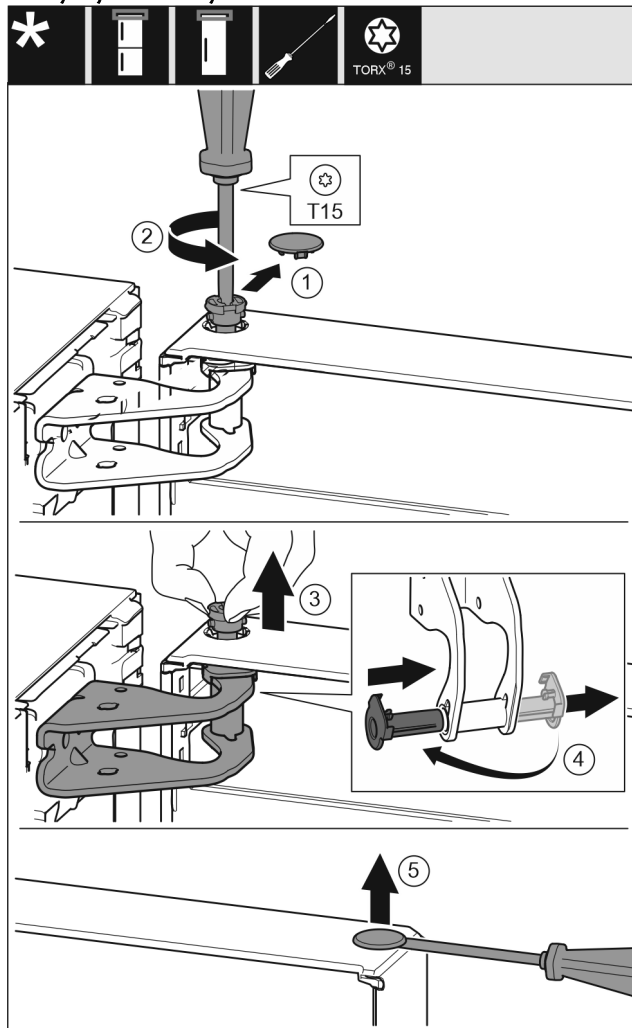

Fig. 6
- ▶ Τραβήξτε προσεκτικά το κάλυμμα ασφάλισης. Fig. 6 (1)
- ▶ Ξεβιδώστε λίγο τον πείρο με κατσαβίδι T15. Fig. 6 (2)
- ▶ Συγκρατήστε την πόρτα και τραβήξτε έξω τον πείρο με τα δάκτυλα. Fig. 6 (3)
- ▶ Τραβήξτε το κουζινέτο από τον οδηγό. Τοποθετήστε το στην άλλη πλευρά και κουμπώστε το. Fig. 6 (4)
- ▶ Ανασηκώστε προσεκτικά και τραβήξτε έξω την τάπα από το κουζινέτο της πόρτας με ένα ίσιο κατσαβίδι. Fig. 6 (5)